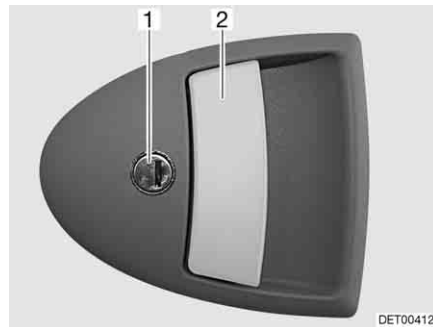

Fig. 27 Serratura della porta di ingresso, lato esterno
- Inserire la chiave nel cilindro della serratura (Fig. 27,1) e ruotare fino a quando la serratura della porta si sblocca.
- Tirare la maniglia della porta (Fig. 27,2). La porta è aperta.
- Inserire la chiave nel cilindro della serratura (Fig. 27,1) e ruotare fino a quando la serratura della porta si blocca.